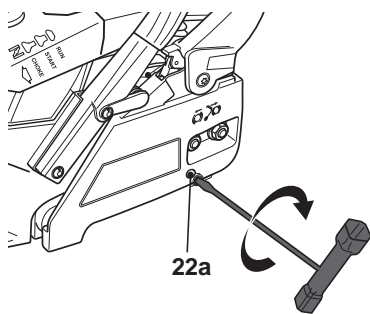

Fig. 9
3. Tournez la vis de tension (22a) dans le sens des aiguilles d'une montre jusqu'à ce que les «maillons d'entraînement» touchent juste le bord inférieur du guide-chaîne (13) (Figs. 9, 10).